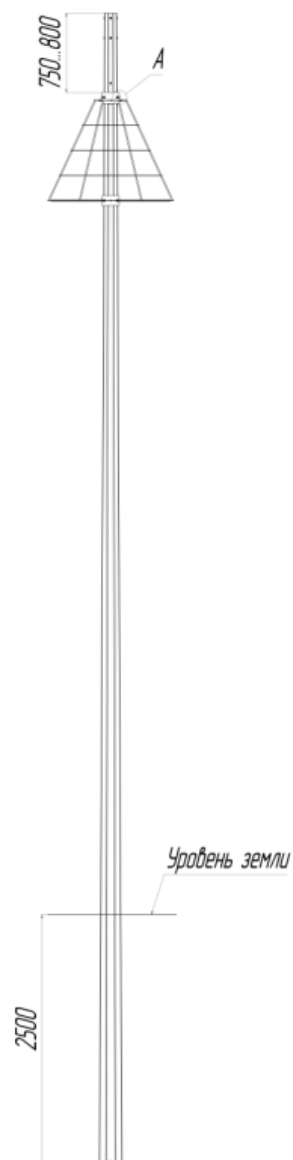

Рисунок 2.
5.2. Установить ограждение ТАНС.49.191.000 (Рисунок 2), для фиксации ограждения на опоре необходимо закрутить восемь болтов М12 (поз.1) с усилием 29...49 Н•м и законтрогаить их гайками М12 (поз.2) (Вид «А» Рисунок 2), входящих в комплект поставки.